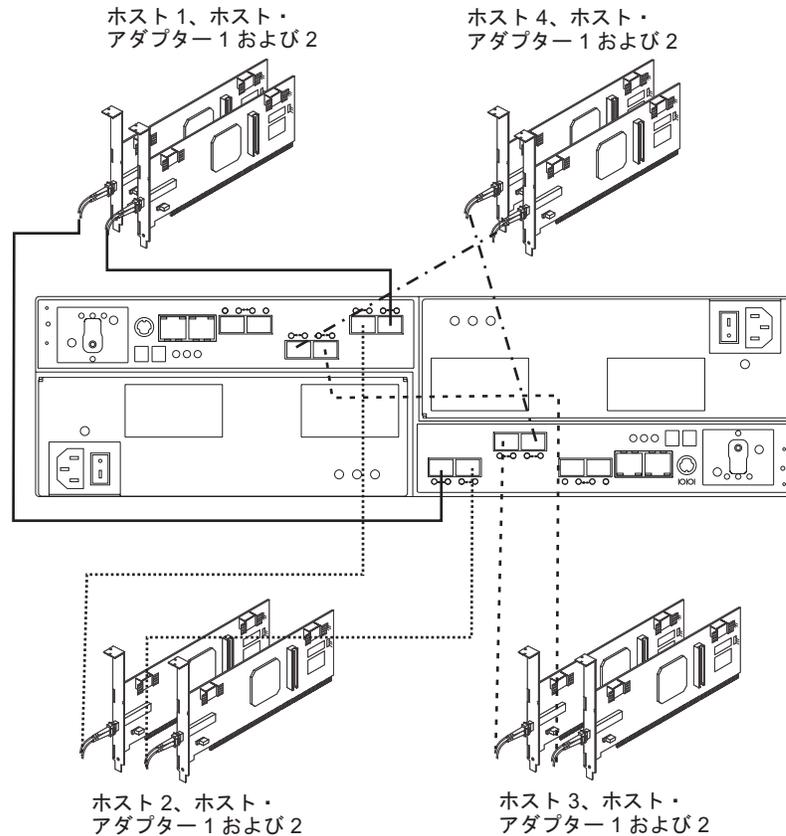

図 54. 2 つの冗長ホスト接続のケーブル接続図
3. その他の冗長ホスト接続ごとに、ステップ 1 および 2 を繰り返します。DS3950 ストレージ・サブシステムでは 93 ページの図 54 に示されているような 2 つの冗長ホスト接続、あるいは最大 4 つの冗長ホスト接続 (図示していません) を作成することができます。4 つの冗長ホスト接続では、DS3950 ファイバー・チャンネル・ホスト・バス・アダプターまたはファイバー・チャンネル・スイッチ・ポートに接続することができます。